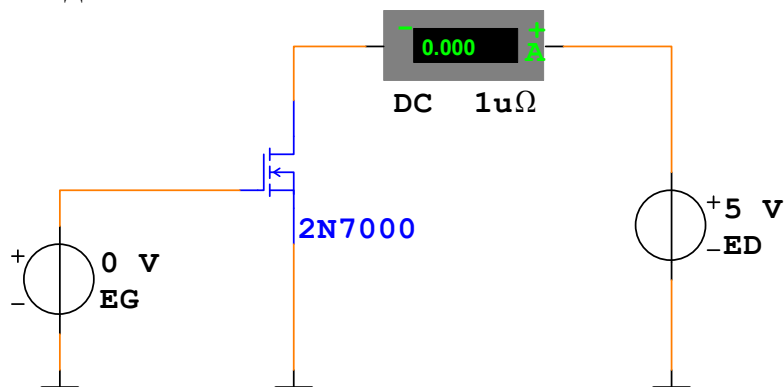

Рис.5.3
5.2.7. Соберите схему для изучения семейства стокозатворных (передаточных) и стоковых (выходных) характеристик полевого МОП транзистора с n-каналом, изображенную на рис. 5.3. Выберите транзистор 2N7000 или другой по указанию преподавателя.